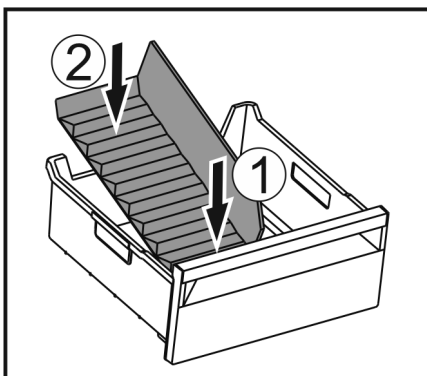

Fig. 148
- Voorste deel van de ijsvak-scheider plaatsen. Fig. 148 (1)
- Achterste deel van de ijsvak-scheider tot de bodem van de lade laten zakken. Fig. 148 (2)